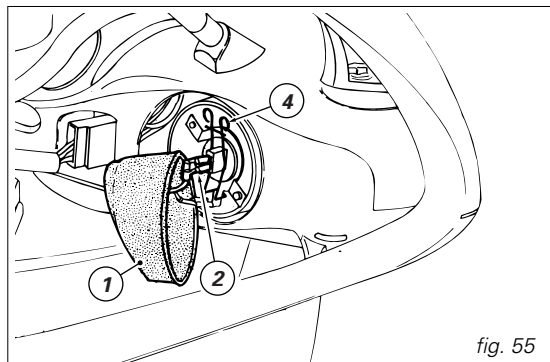

fig. 55
Luz de cruce (fig. 55): desconectar del cuerpo faro la protección de goma (1). Quitar el borne (2) de la bombilla presionando el pulsador de desancple rápido inferior.
Desenganchar la tenacilla (4) que sujeta la bombilla y desmontarla de su soporte (fig. 55 y 56).